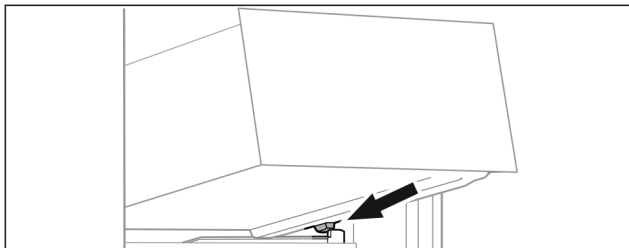

Fig. 97
- 将抽屉斜放在容器肋梁上的止动器后面。(参见 Fig. 97)